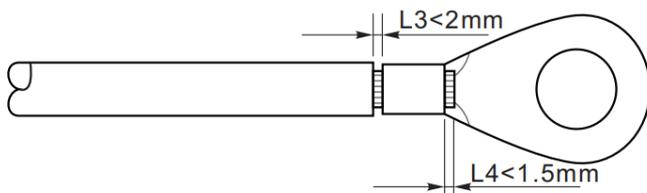

Abbildung 5-3 Anleitung für den Erdungsanschluss (2)
Schritt 2: Führen Sie die freiliegenden Adern in den OT-Anschluss ein und crimpen Sie sie mit einer Crimpzange, wie in Abbildung 5.3 dargestellt. Wir empfehlen die Verwendung eines OT-Anschlusses: OTM8, Kabel: $\geq 16 \text{ mm}^2$.